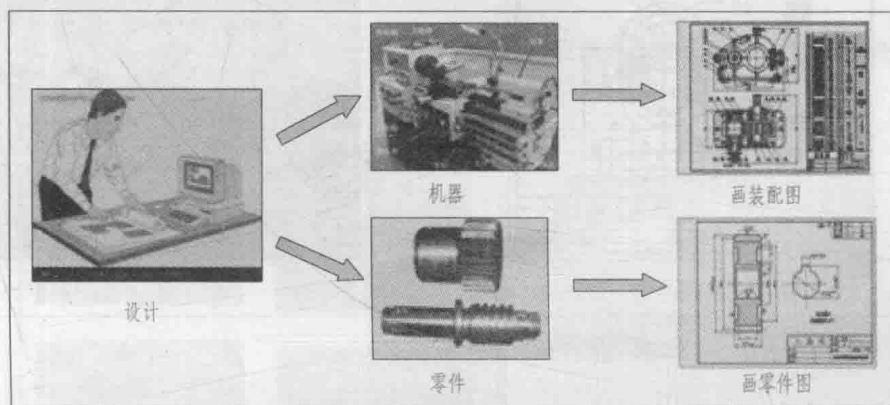

图 1-11 设计师与机械制图
1. 设计师的工作——绘制机器装配图和零件图(图 1-11)